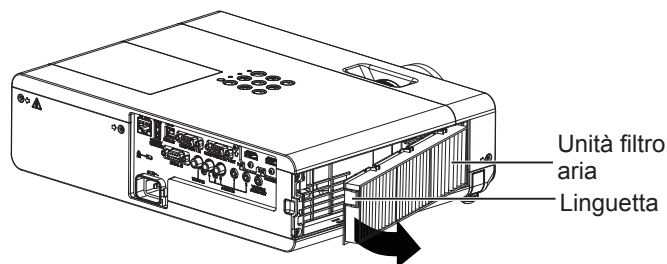

Fig.2
- Tenere l'aletta dell'unità filtro dell'aria ed estrarla nella direzione della freccia. (Fig.2)